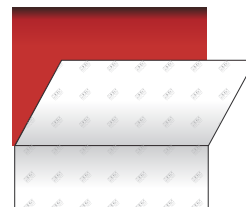

Figure 05
- › Enlever alors la charnière, afin de continuer le retrait du liner, en fonction des surfaces rencontrées (cf. sous paragraphes suivants). (FIG. 05)